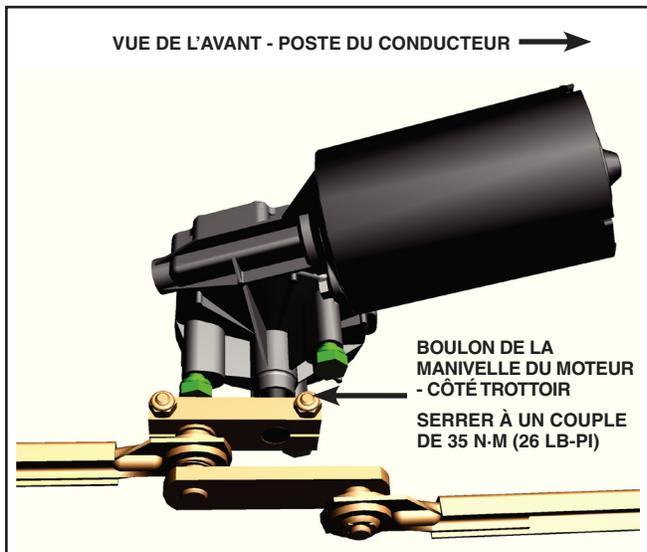

Figure 10 - Manivelle du moteur
7. Défaire le boulon côté trottoir sur la manivelle du moteur. Voir Figure 10.
5. De l'intérieur du véhicule, installer la manivelle du moteur de façon à ce qu'elle ait un angle de $0^\circ \pm 3^\circ$ par rapport à l'horizontale. Utiliser un rapporteur d'angle numérique. Voir Figure 12. Serrer le boulon côté trottoir sur la manivelle du moteur au couple indiqué en Figure 10.
2. Défaire le boulon côté trottoir sur la manivelle du moteur. Voir Figure 10.
5. Serrer le boulon côté trottoir sur la manivelle du moteur au couple indiqué en Figure 10.